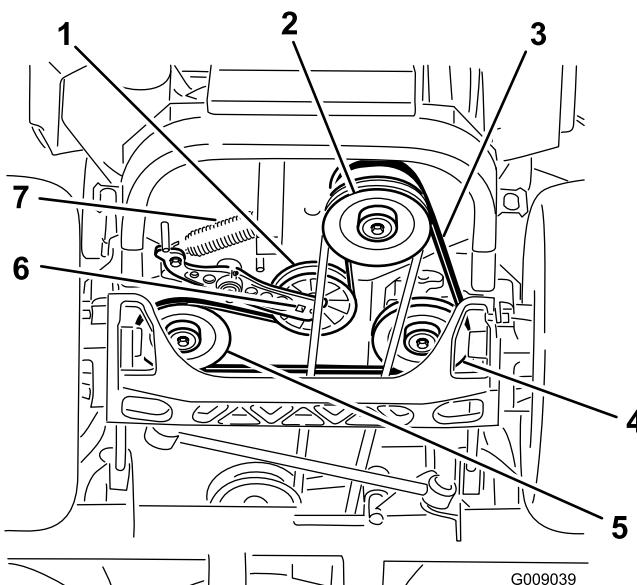

Figura 77
5. Utilice una llave de carraca en el taladro cuadrado del brazo tensor para retirar el muelle tensor (Figura 77).
6. Desenganche el muelle de la polea tensora del bastidor (Figura 77).
9. Utilizando la llave de carraca en el taladro cuadrado del brazo tensor, instale el muelle tensor en el bastidor (Figura 77).
4. Levante la máquina y apóyela sobre gatos fijos (Figura 77).